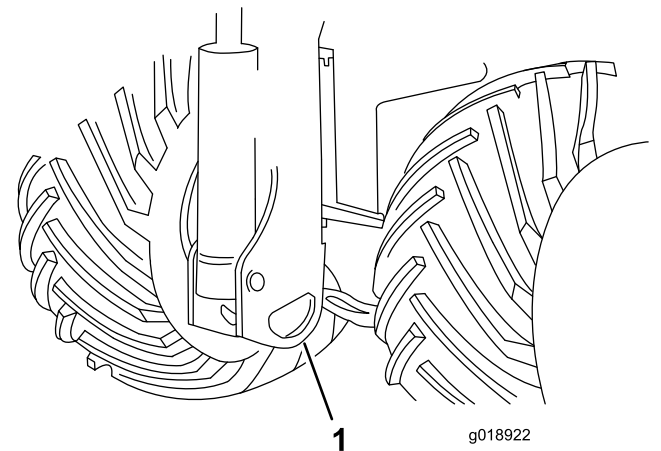

Figura 22
**Nota:** Utilice el orificio de amarre trasero (Figura 22) para sujetar la máquina.